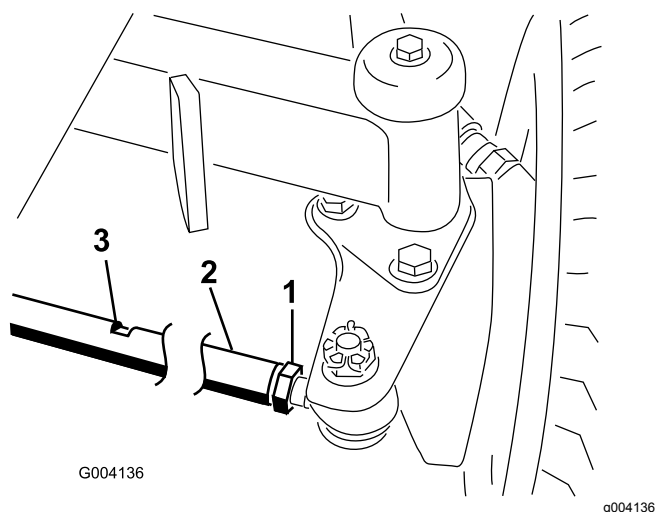

Figura 77
2. Allentate il controdado da ciascun lato del tirante (Figura 77).